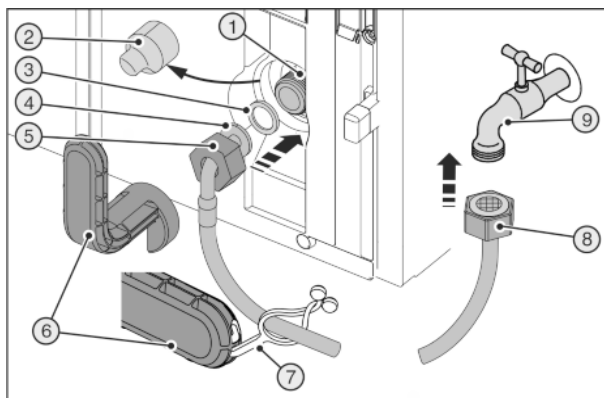
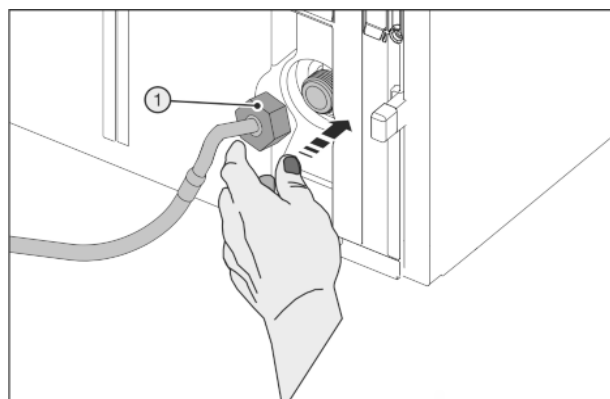

Fig. 28
Fig. 29
Outil auxiliaire Fig. 28 (6) cassé !
- Utiliser uniquement l'outil auxiliaire Fig. 28 (6) à la température ambiante.
- Retirer le cache Fig. 28 (2).
- Montage plus facile : Poser l'extrémité droite du tuyau Fig. 28 (8) à gauche sur le sol.
- Pousser à fond l'écrou Fig. 28 (5) sur l'extrémité du tuyau coudé Fig. 28 (4) et serrer.
- Humidifier le joint Fig. 28 (3) et l'enfoncer dans l'écrou Fig. 28 (5).
- Le joint Fig. 28 (3) est à plat et maintenu légèrement en place.
► Positionner soigneusement l'écrou Fig. 29 (1) et le visser droit sur le filetage avec deux doigts jusqu'à ce qu'il soit bien en place.
► Serrer l'écrou Fig. 29 (1) à l'aide de l'outil auxiliaire Fig. 28 (6) dans le sens des aiguilles d'une montre jusqu'à ce que le couple maximal soit atteint et jusqu'à ce que l'outil auxiliaire Fig. 28 (6) tourne à vide.
► Visser l'écrou Fig. 28 (8) sur le robinet d'arrêt Fig. 28 (9).
► Serrer l'écrou Fig. 28 (8) à l'aide de l'outil auxiliaire Fig. 28 (6) dans le sens des aiguilles d'une montre jusqu'à ce que le couple maximal soit atteint et jusqu'à ce que l'outil auxiliaire Fig. 28 (6) tourne à vide.
► Ouvrir le robinet d'arrêt Fig. 28 (9) de l'arrivée d'eau et vérifier que tout le système hydraulique est bien étanche.
► Accrocher la languette Fig. 28 (7) dans l'outil auxiliaire Fig. 28 (6) et la fixer au tuyau en acier inox pour la conserver.